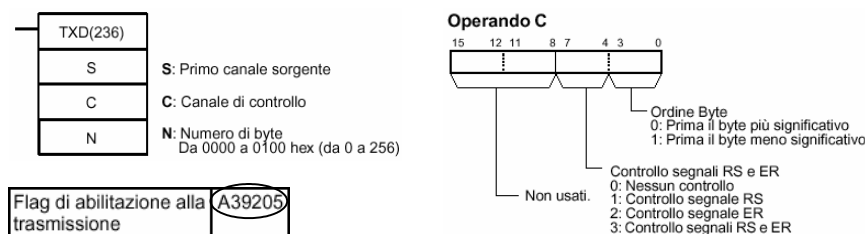

Fig. 7.197 - Parametri di impostazione dell'istruzione TXD (236) per la trasmissione dei dati.
L'istruzione TXD (236) viene programmata con tre parametri come indicato nella fig. 7.197.